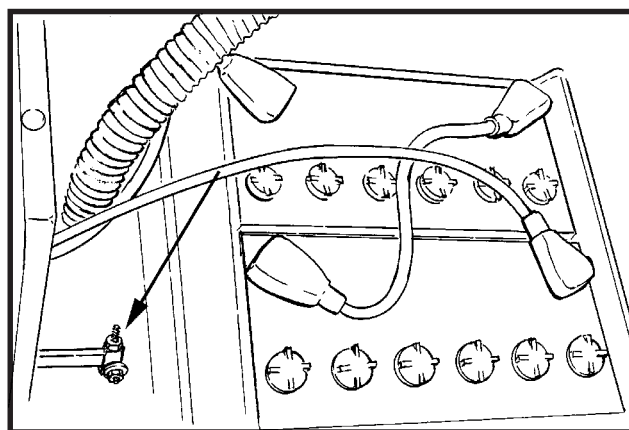

Abb. 19
5. Halten Sie den Bediengriff wie in Abb.19 gezeigt.
6. Wenn entweder der rechte oder linke Vorwärts-/Rückwärts-Schalter gedrückt sind (Abb.19, Punkt A), bewegt sich die Maschine vorwärts.
7. Kontrollieren Sie die Geschwindigkeit der Traverse durch Verwendung des Geschwindigkeitskontrollknopfes. (Abb.19, Punkt D).
9. Zum Rückwärtsfahren der Maschine drücken Sie den weißen Rückwärtsknopf hinein (Abb.19, Punkt B) und gleichzeitig entweder den linken oder rechten Vorwärts-/ Rückwärts-Schalter (Abb.19, Punkt A).
2. Drehen Sie die linke Federschloßmutter der Bürstenhebevorrichtung (Abb.20) im Uhrzeigersinn für höheren Druck, und entgegen dem Uhrzeigersinn für geringeren Druck. Verwenden Sie das Bürstendruckmeßgerät (Abb.19, Punkt C) zur Bestimmung der besten Einstellung. Die Nadel sollte sich im grünen Bereich befinden.